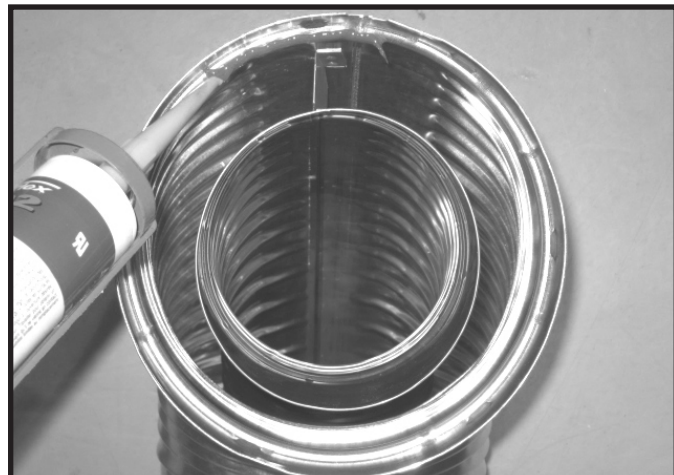

Figure 7.1 Scellant silicone à haute température
- Appliquez une bande de silicone (procurant un degré minimum d'exposition continue de 150 °C (300 °F)) dans le joint femelle du conduit extérieur avant de relier les sections. Voir la figure 7.1. **OU**
- Appliquez une bande de silicone (procurant un degré minimum d'exposition continue de 150 °C (300 °F) dans le joint femelle du conduit extérieur avant de relier les sections. Voir la figure 7.1. **OU**